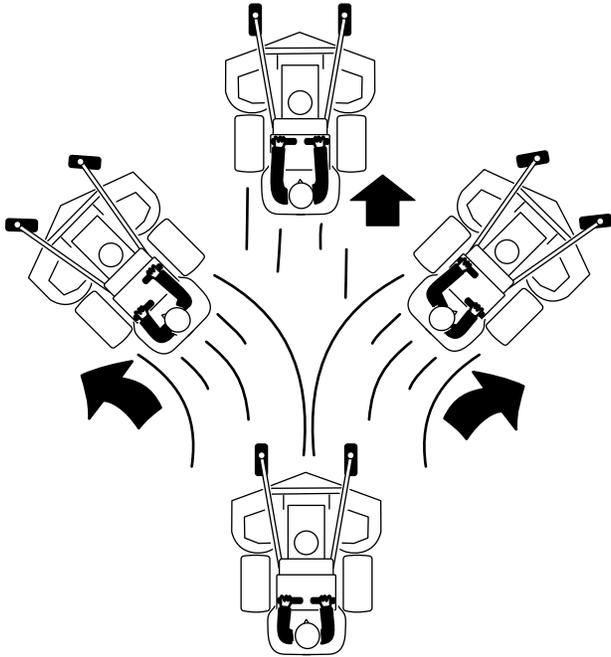

Bild 19
4. Schieben Sie die Fahrtriebshebel langsam nach vorne (Bild 19).